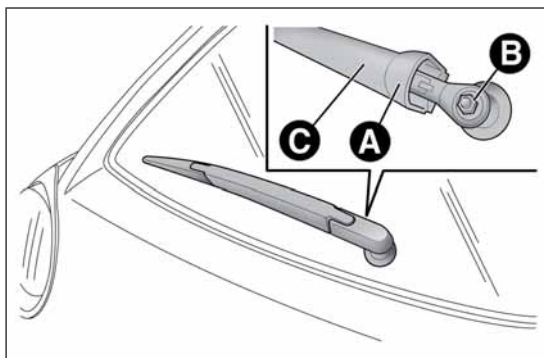

РИС. 167
- поднимите крышку А РИС. 167, отвинтите гайку В и снимите рычаг С;